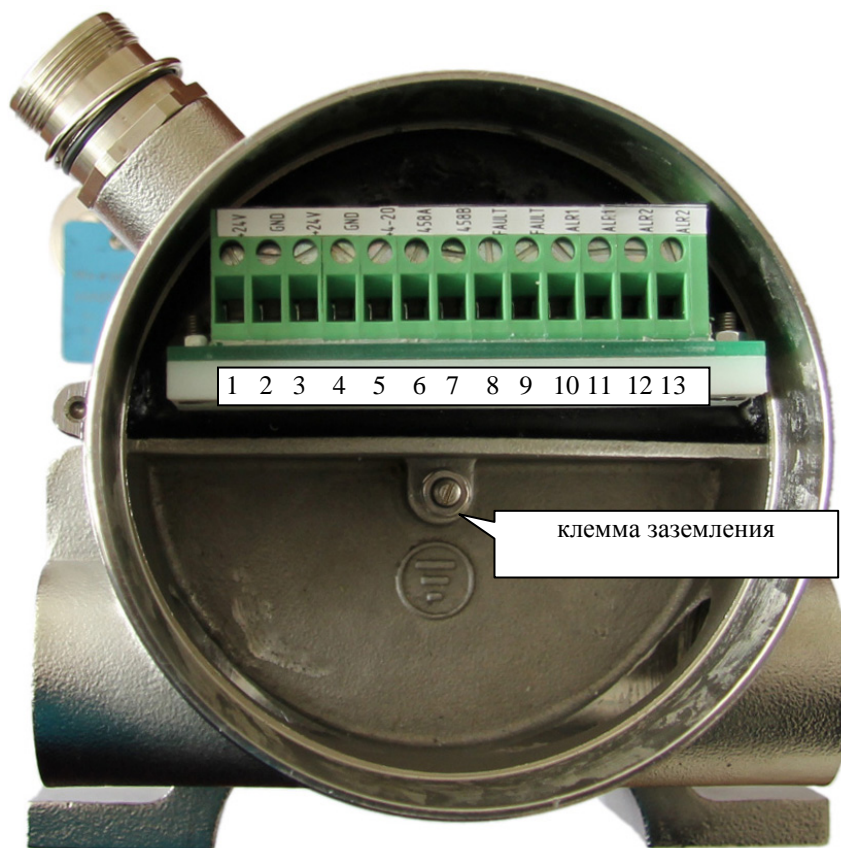

Рисунок 3 - Расположение и назначение клемм, используемых при монтаже СГОЭС-М11
- открутить отверткой соответствующие контакты разъемов клеммной колодки СГОЭС-М11 (см. рисунок 3), соединить проводники подачи электропитания и снятия выходных сигналов газоанализатора с соответствующими клеммами и снова закрутить контакты отверткой – чтобы обеспечить надежную фиксацию проводников клеммной колодкой;